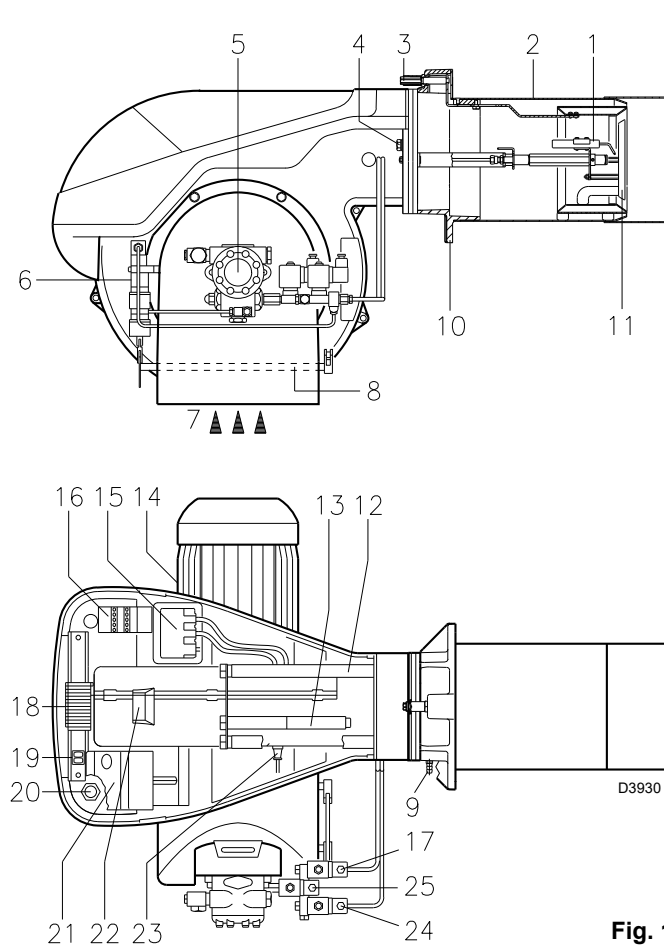

Fig. 1
Blocco apparecchiatura: l'accensione del pulsante (led rosso) dell'apparecchiatura 22)(Fig. 1) avverte che il bruciatore è in blocco.
Blocco motore: per sbloccare premere il pulsante del relè termico 17)(Fig. 1).
- 4 - Prolunghe 13)(Fig. 1) per guide 12)(Fig. 1)